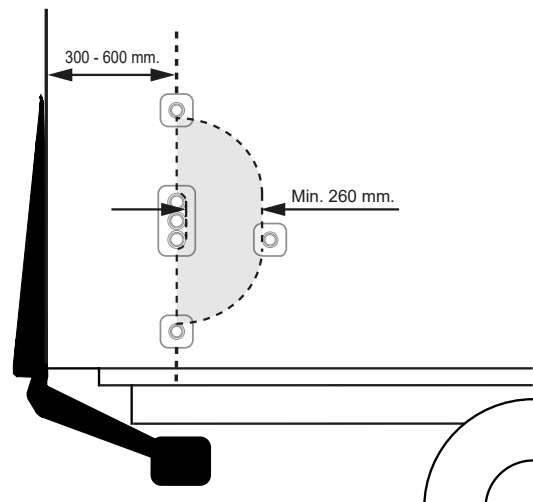

Abbildung 61. Montage von Bedienvorrichtung CD 1 für den Zweihandbetrieb.
2. Der Abstand zwischen der Rückseite des Fahrzeugs und der Mitte der Bedienvorrichtungen muss 300-600 mm betragen. Der Abstand zwischen den Bedienvorrichtungen muss mindestens 260 mm betragen. Siehe Abbildung 61.